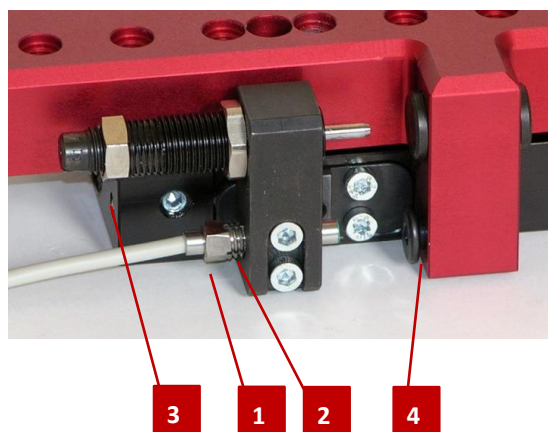

Fig. 10 Montage de l'initiateur inductif
1. Visser l'initiateur (Fig. 10, 1) avec la douille de serrage (Fig. 10, 2) dans le détecteur A et B (Fig. 10).
2. Réglez et serrez l'initiateur (Fig. 10, 1) ainsi que l'amortisseur (Fig. 10, 3).
4. Vérifiez le bon fonctionnement de l'initiateur à l'aide de la vis de contact de l'initiateur (Fig. 10, 4).